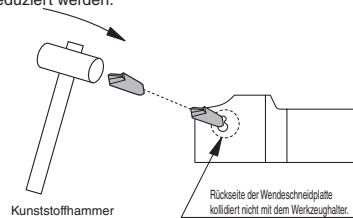

Abb. 1 Befestigen von Wendeschneidplatten
- Wendeschneidplatte vorsichtig mit Kunststoffhammer so weit einschlagen, dass diese nicht von Hand entfernt werden kann. (Abb. 1)